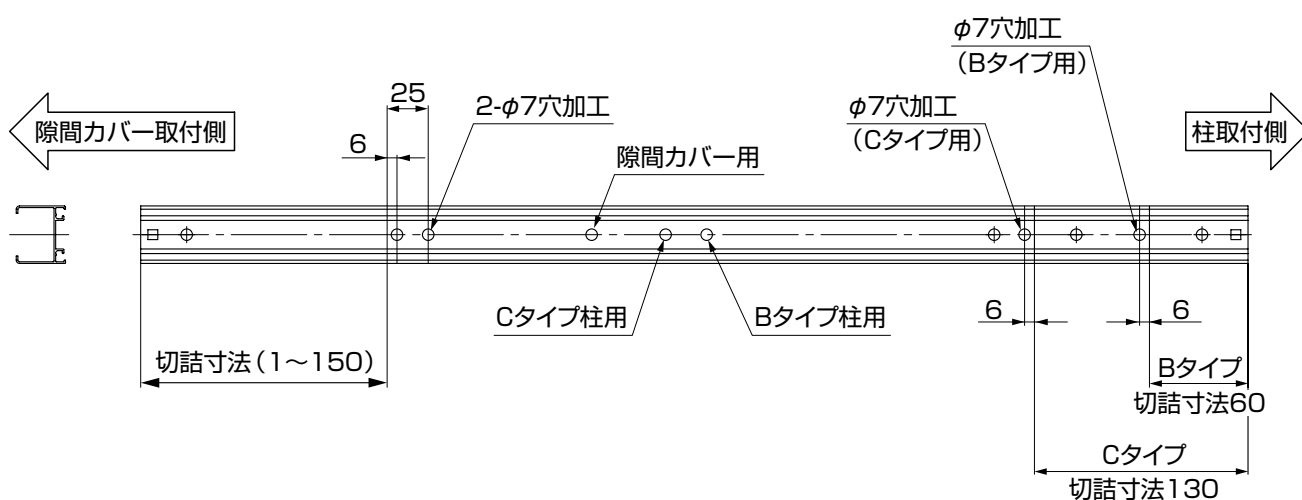

図3-2 隙間カバー横枠
②隙間カバー横枠の隙間カバー取付側を隙間カバー上下枠で切詰めた寸法と同じだけ切詰めて、φ7の穴を2ヶ所開けてください。(図3-2参照)
③BタイプまたはCタイプに取付ける場合は、隙間カバー横枠の柱取付側を必要寸法に切詰めて、φ7の穴を1ヶ所開けてください。(図3-2参照)